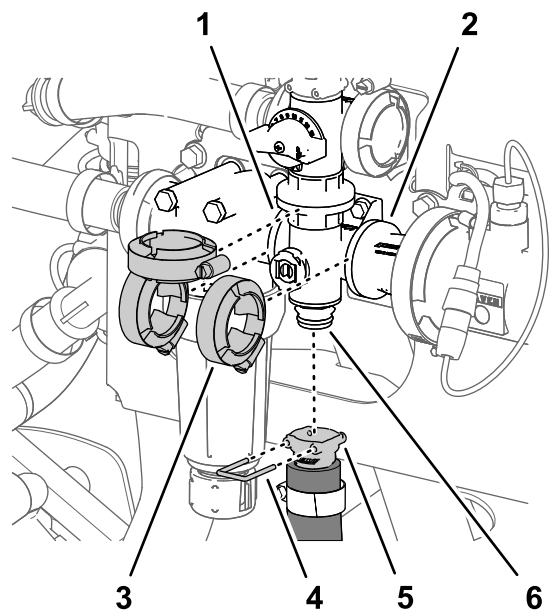
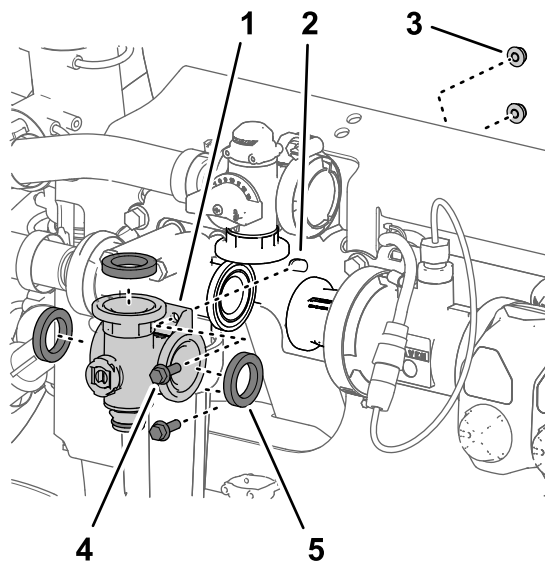

Figura 136
Figura 135
1. Alinee la brida del distribuidor de la válvula de agitación y las 3 juntas con las bridas de la válvula de desvío de agitación, la cabeza del filtro de presión, y el adaptador de acoplamiento (Figura 135 y Figura 136).
2. Sujete provisionalmente el colector de la válvula de agitación a la válvula de desvío de agitación, la cabeza del filtro de presión, y el adaptador de acoplamiento (Figura 136) con las 3 bridas de fijación que retiró en Retirada del distribuidor de agitación (página 90).
5. Apriete las 3 bridas de fijación a mano (Figura 136).
6. Monte el acoplamiento rápido de la manguera de agitación en el acoplamiento rápido del distribuidor de la válvula de agitación con la grapa (Figura 136).